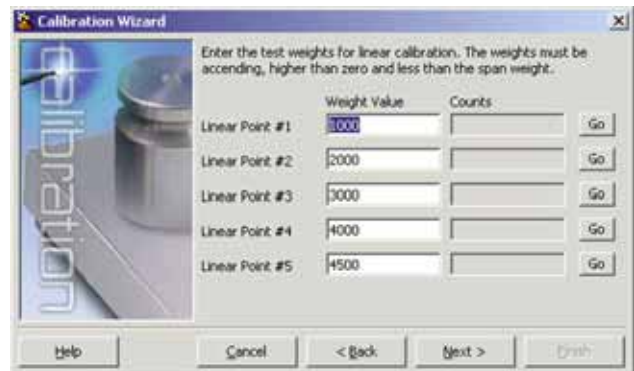

Figura 4-9. Pantalla iRev 4 de Calibración Lineal
7. Si se realiza una calibración lineal hasta de 5 puntos, se pueden ingresar pesos adicionales en la pantalla que se muestra en la Figura 4-9. Los pesos deberán estar en orden ascendente y no incluir el valor Cero ni el de Amplitud. Ingrese los valores y presione **Go** para cada punto.